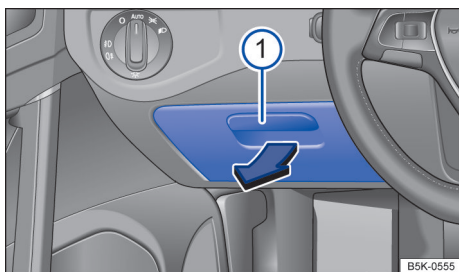

Fig. 138 No lado do condutor: porta-objetos.
Para *abrir* o porta-objetos, puxe a alça → Fig. 138 ① no sentido da seta.